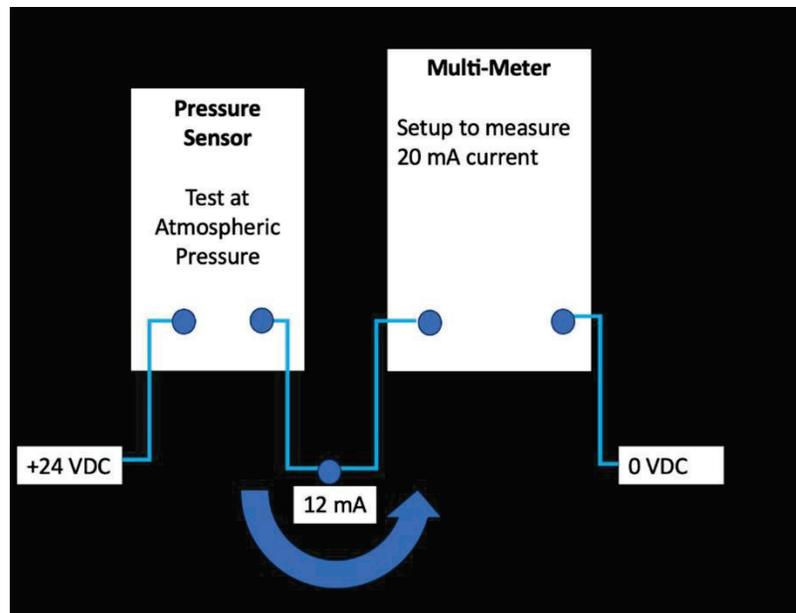

Figura 8-12: Diagrama de bloques para configurar el procedimiento de prueba del sensor de presión
- **La figura 8-12** muestra un diagrama de bloques básico que ilustra cómo configurar la prueba.